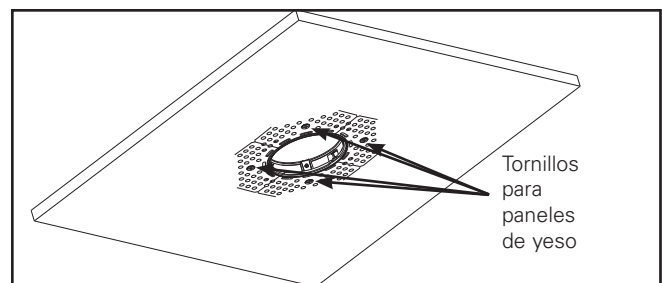

Figura 4.
9. Atornille 4 tornillos al panel de yeso en los orificios correspondientes del aro de revoque (consulte la figura 4). Los tornillos del panel de yeso se enroscarán en las ranuras en las lengüetas (las lengüetas actuarán como una "tuerca" para sostener el anillo de revoque al techo). Aplique una presión uniforme a través de las bridas perforadas formando un estrecho vínculo con el techo. Permita que transcurra suficiente tiempo de curación según lo recomienda el fabricante antes de aplicar el compuesto para juntas.